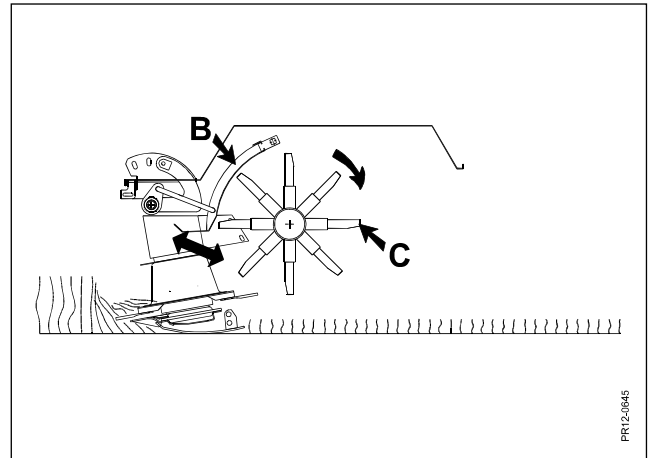

Fig. 3-16
- Fig. 3-16** Dieser Aufbereitungsgrad wird durch Regulierung des Abstandes zwischen der Aufbereiterplatte **B** und den Aufbereiterfingern **C** auf dem Rotor geändert. (Je kleiner der Abstand, desto kräftiger die Aufbereitung des Mähgutes).